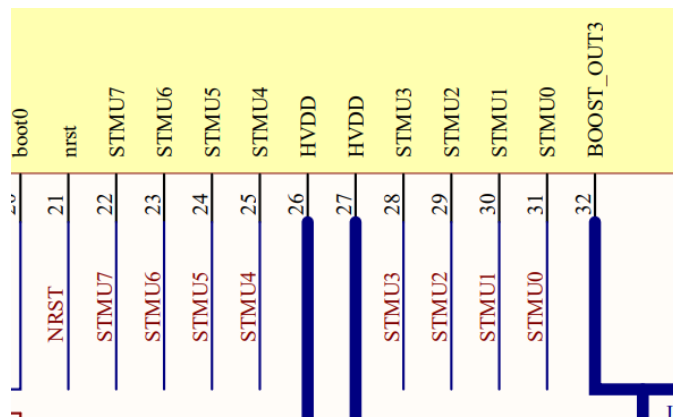
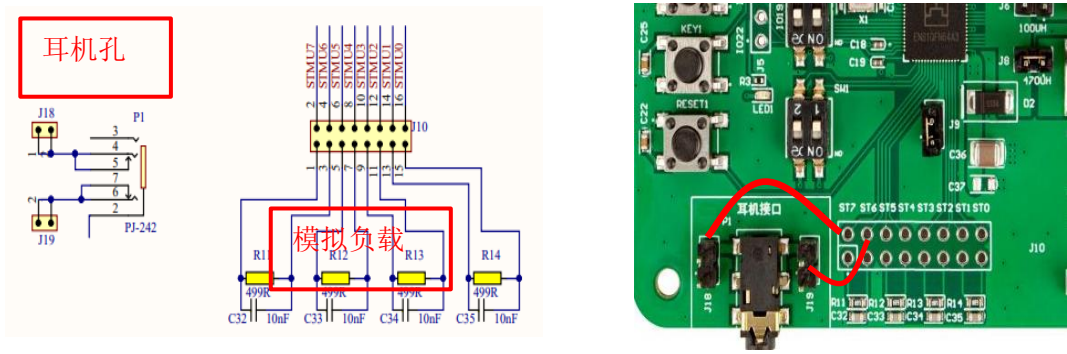

图3.5 ENS001电刺激输出引脚STMU0-STMU7
图3.6 ENS001刺激电流输出方式
- 四通道电刺激输出引脚如图3.5，图3.6中的电容电阻模拟负载可用于波形测试，2.5mm耳机孔可连接一出二理疗仪导线和电极贴片（参考图3.5）用于体验不同刺激波形的实际体感。